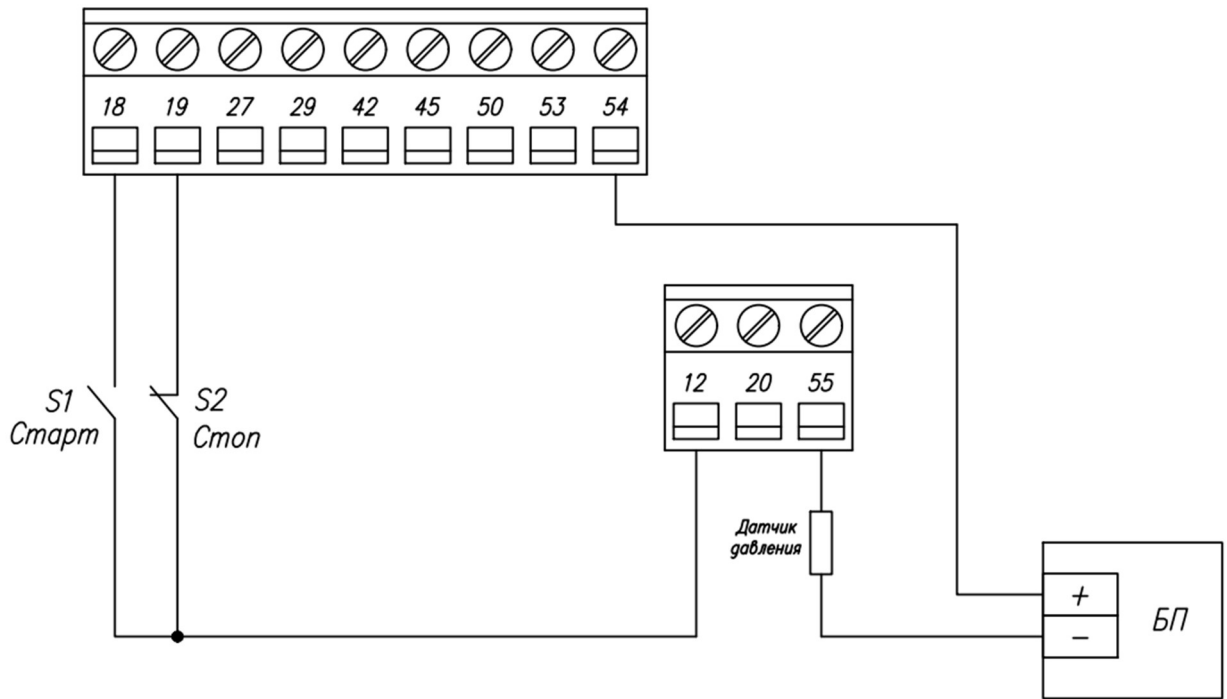

Рисунок 3. Схема подключения датчика давления к ПЧВ с использованием внешнего источника питания
- С использованием внешнего источника питания (Рисунок 3).